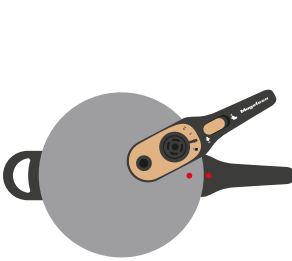

FIG. 5
1. Coloque la junta de silicona (8) con cuidado, asegúrese que la sitúa en la parte superior dentro de las pestañas del interior de la tapa (1).
3. Sitúe la tapa (1) encima del cuerpo (11) alineando la marca  de la tapa (1) con la marca  del mango inferior (10) encajando la tapa (1) en el cuerpo (11) de la olla (FIG. 5).